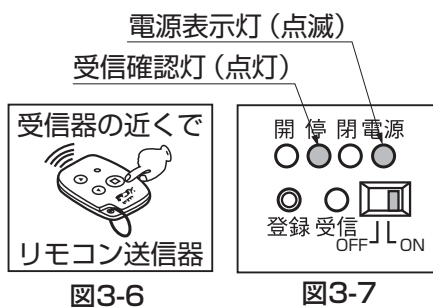

図3-6
- ③リモコン受信器の近くで、登録するリモコン送信器の「停止」ボタンを押します。(図3-6参照)